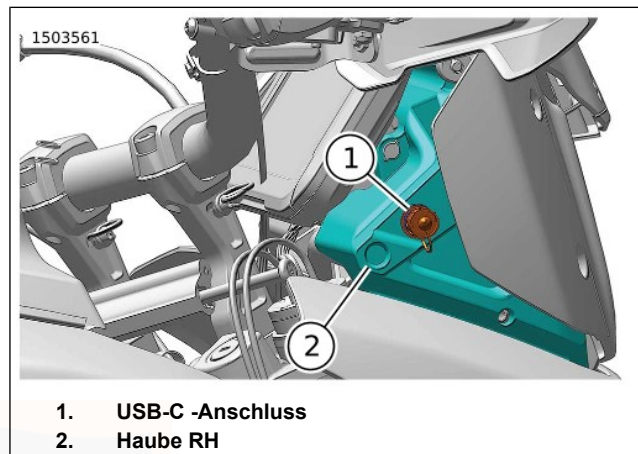

Abbildung 42. USB-C-Anschluss
Siehe Abbildung 42. Das Motorrad verfügt über einen USB-C -Anschluss, um ein Telefon oder Mediengerät aufzuladen und ein Software-Update zu übertragen. Für den Anschluss dieser Geräte muss ein Schnittstellenkabel verwendet werden. Der USB-C -Anschluss wird mit Strom versorgt und ist betriebsbereit, wenn das Fahrzeug eingeschaltet ist oder sich im Nebenverbrauchermodus befindet.
Siehe Abbildung 42. Der USB-C -Anschluss (1) befindet sich in der Rechtsseitig (RH) -Haube (2).